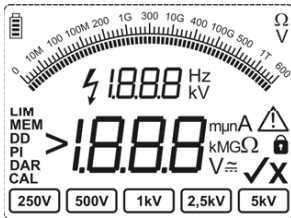
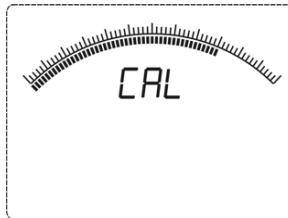

Fig. 7 État de départ
Fig. 8 État d'autocalibration
L'instrument est mis en marche (ON) en appuyant sur la touche ON/OFF (marche/arrêt). Après l'avoir mis en marche (fig. 7), l'instrument exécute l'autocalibration (fig. 8)